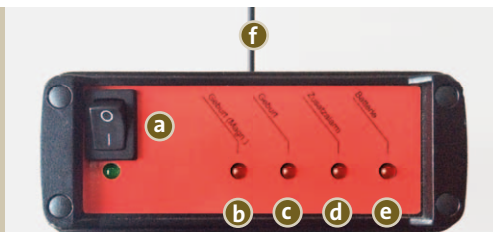

Abb. 8 Frontseite Empfänger
2. **B-II/B-II-Combi** Empfängergehäuse (Abb. 8 + 9) mit Antenne und Netzteil
- 1.4. Wenn am Empfänger die Batterie-LED (e) (Abb. 8) aufleuchtet, muss eine neue 9-Volt-Alkalibatterie (L) (Abb. 7) in den Sender eingesetzt werden.